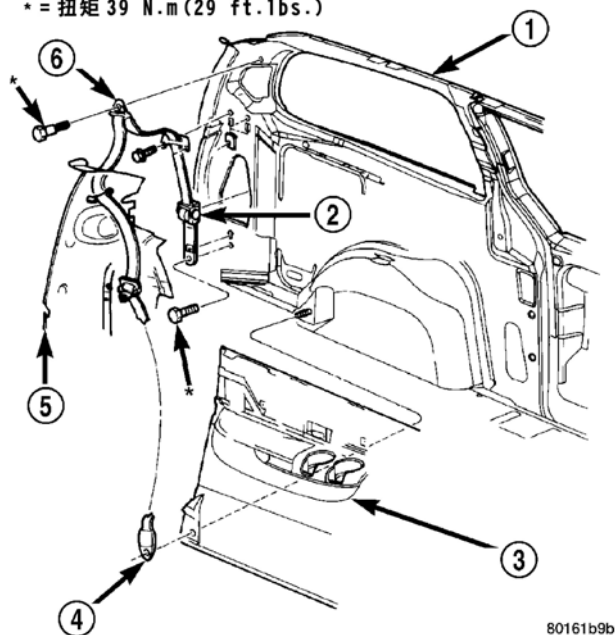

图9 第二排外侧座椅安全带—短轴距
- (1) 从车辆上卸下第二排座椅。有关正确程序参见“用户手册”。
- (2) 将下部锚定装置罩滑到罩住锚定肩部螺母。
- (3) 卸下锚定装置肩部螺母。
- (4) 从车轮罩卸下锚定装置（图 9）。
- (5) 卸下 D 柱装饰板。
- (6) 将座椅安全带带身和旋转环穿过后侧围装饰件中的检修孔。
- (7) 卸下将座椅安全带导向环装接到后侧围内板的螺栓。
- (8) 卸下将卷收器装接到后侧围内板的锚定螺栓。
- (9) 从车辆上卸下第二排座椅安全带卷收器（图 9）。